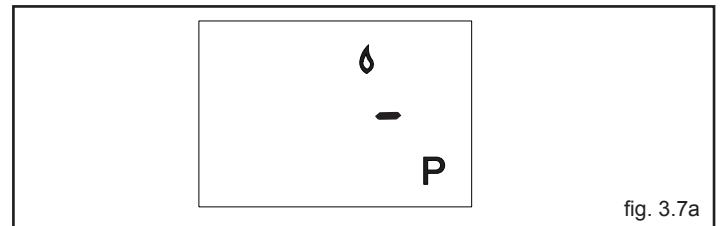

fig. 3.7a
Il visualizzatore (4) indica la temperatura di mandata dell'acqua riscaldamento o dell'acqua sanitaria in base alla richiesta in corso. Durante l'accensione del bruciatore, in seguito ad una richiesta di Comfort sanitario, il visualizzatore mostra il simbolo **P** lampeggiante e l'icona fiamma (fig. 3.7a). Per disattivare la funzione Comfort sanitario ruotare nuovamente la manopola regolazione temperatura acqua sanitaria sul simbolo . Riportare la manopola di regolazione temperatura acqua sanitaria nella posizione desiderata.